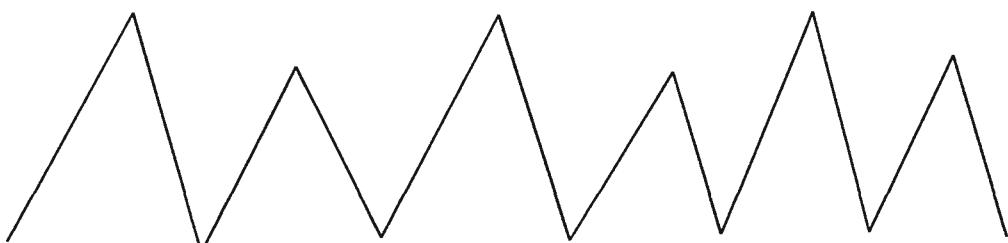

Рис. 2.1. Связанные отрезки прямых линий
2.2.1. Начертить связанный ломаную линию, состоящую из 12 отрезков прямых (рис. 2.1)
Перед выполнением задания следует обеспечить комфортные условия для работы – увеличить во весь экран область чертежа, где будете вычерчивать ломаную линию. Для этого прижмите колесико мыши и переместите изображение габаритного прямоугольника вниз по экрану так, чтобы верхняя его граница оказалась примерно посередине экрана. Отпустите колесико. Вращая колесико мыши от себя, увеличивайте изображение до тех пор, пока боковые стороны прямоугольника не приблизятся к границам экрана. При этом верхняя граница прямоугольника не должна выйти за пределы экрана (см. рис. 2.1). Теперь можно переходить к построению ломаной линии. Для вычерчивания воспользуйтесь командой **LINE** (ОТРЕЗОК), выбрав ее на панели инструментов **Draw** (Рисование).
Укажите следующую точку ломаной линии правее и выше предыдущей (см. рис. 2.1).